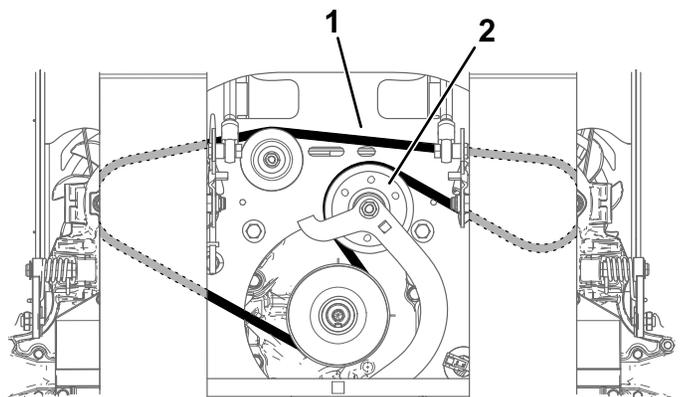

図 59
- 7. ベルトを取り外す 図 59。
- 9. 図 59 に示すように、新しいベルトを配設する。